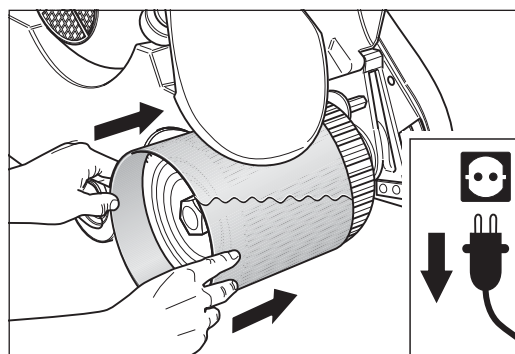

Abb. 39 Die Schleifhülse soweit über die Schleifwalze schieben, bis sie beidseitig gleichmäßig übersteht.
- 5 Schieben Sie die Schleifhülse soweit über die Schleifwalze, bis das Schleifmittel auf beiden Seiten der Schleifwalze gleichmäßig übersteht (Abb. 39).